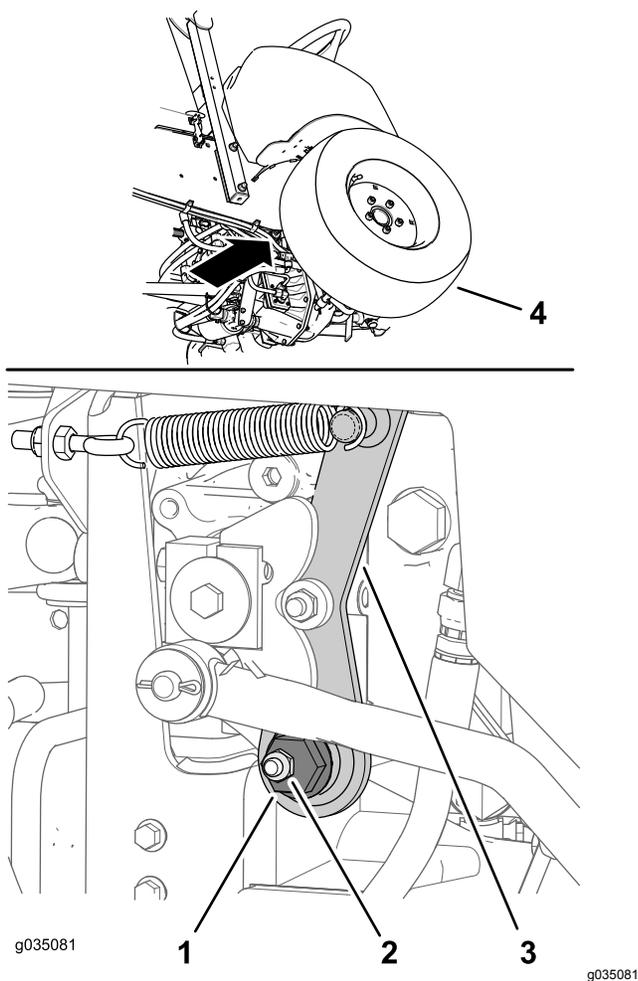

Figura 67
1. Localice la excéntrica hexagonal a la derecha de la bomba hidráulica, debajo de la consola de control (**Figura 67**).
2. Afloje la tuerca de retención hasta que pueda mover la excéntrica hexagonal (Figura 67).
4. Gire la excéntrica hexagonal en sentido antihorario hasta que la rueda delantera empiece a girar hacia adelante, y luego gire la excéntrica hexagonal en sentido horario hasta que la rueda delantera empiece a girar hacia atrás (Figura 67).